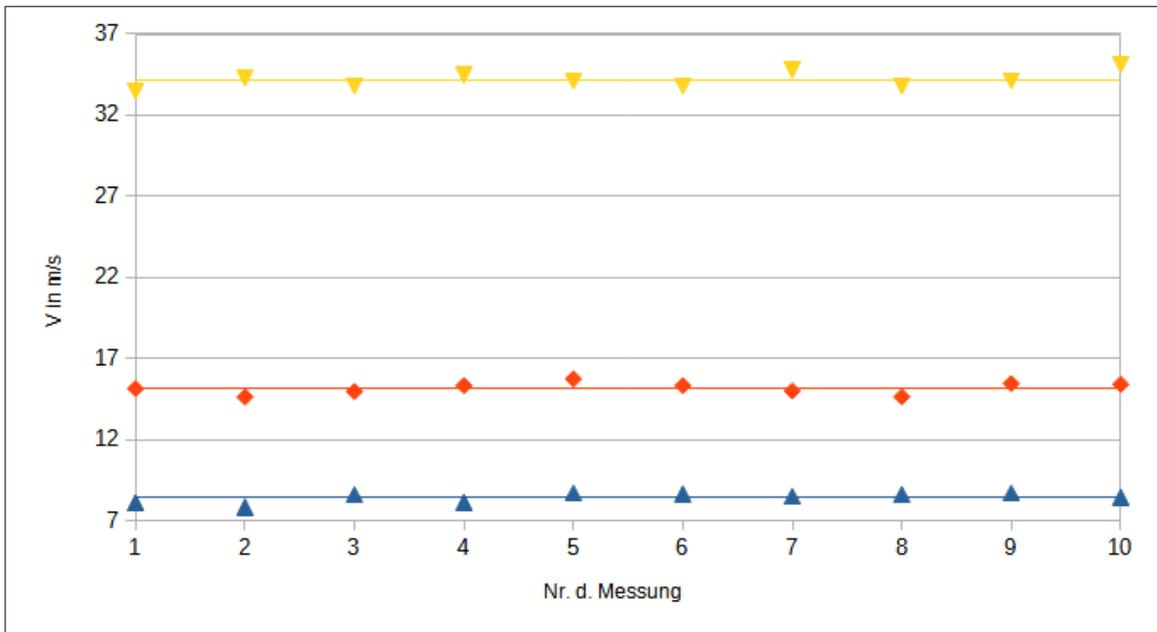

Abbildung 16: Geschwindigkeiten der unterschiedlichen Pfeile, mit Langbogen und 12-Strang Sehne abgeschossen.
16) Abbildung 16 ist im Anhang zu finden